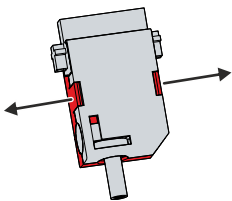

Abb. 14: Demontage Zulentlastungsgehäuse
1. Biegen Sie mit den Fingern die Rastnasen am Unterteil leicht nach außen (siehe Abb. 14).